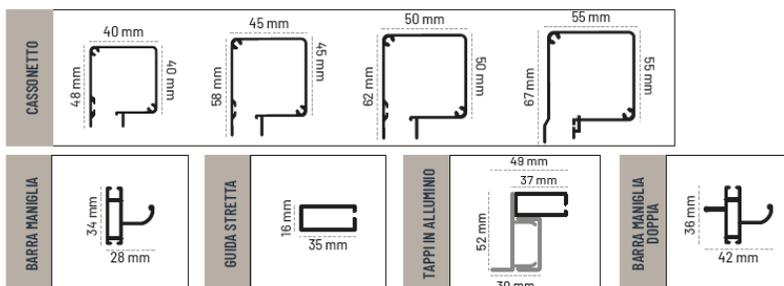

Figura 3
- Assicurarsi che ci sia lo spazio utile necessario per l'installazione della configurazione relativa ai profili prescelti (vedi figura 3)